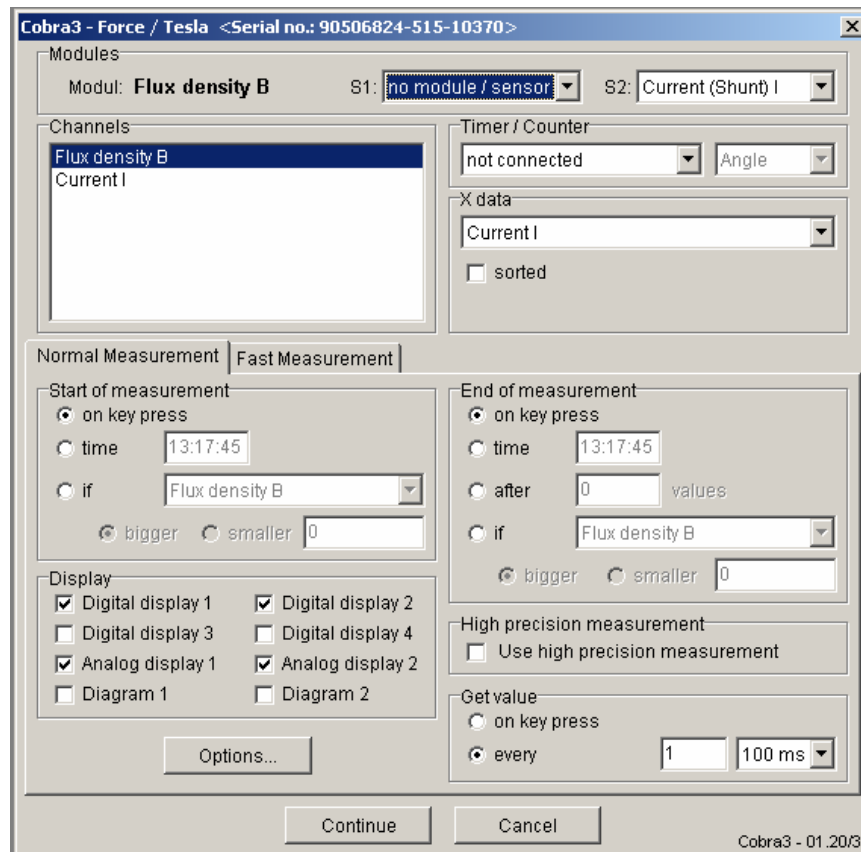

Figura 4. Seleccionar parámetros de medida
3. Selecciona los parámetros de medida en el ordenador como indica la Figura 4.